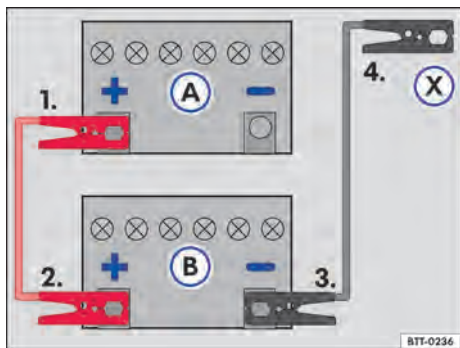

Fig. 185 Esquema para a conexão dos cabos auxiliares de partida: bateria do veículo descarregada (A) e bateria do veículo fornecedora de corrente (B).
Legenda para → Fig. 185:
Conectar o cabo auxiliar de partida somente na sequência 1 – 2 – 3 – 4 → Fig. 185.
- Conectar uma extremidade do cabo auxiliar de partida *vermelho* ao polo positivo (+) do veículo com a bateria do veículo descarregada → Fig. 185 (A) → .
- Conectar a outra extremidade do cabo auxiliar de partida *vermelho* ao polo positivo (+) do veículo fornecedor de corrente (B).
- Conectar uma extremidade do cabo auxiliar de partida *preto* ao polo negativo da bateria do veículo fornecedor de corrente (B).
- Conectar a outra extremidade do cabo auxiliar de partida *preto* (X) no veículo com a bateria do veículo descarregada em uma peça maciça de metal aparafusada firmemente ao bloco do motor ou no próprio bloco do motor - porém não nas proximidades da bateria (A) → .